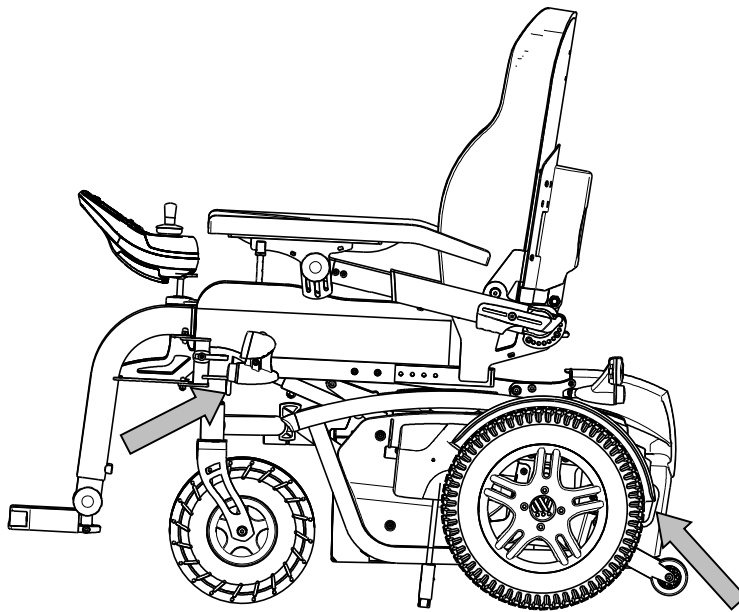

Figura 1
4. Si los compartimentos de equipaje y pasajeros NO están separados o cerrados, fijar bien el bastidor de la silla de ruedas al vehículo utilizando los 4 puntos de amarre (véase Figura 1).
10. Monte las correas de sujeción frontal de acuerdo a las instrucciones del fabricante del sistema de la correa en el lugar indicado (figura 1).
12. Monte las correas de sujeción traseras de acuerdo con las instrucciones del fabricante del sistema de correas en el lugar indicado (figura 1).